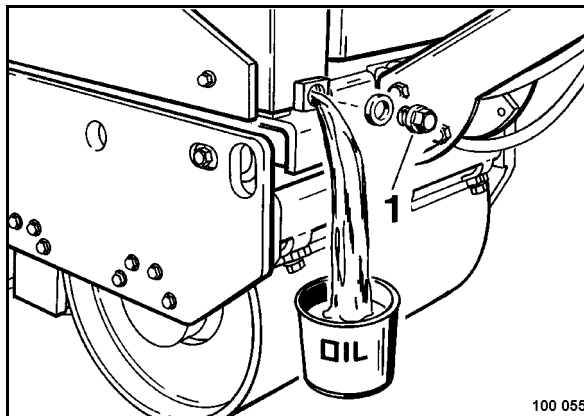

Fig. 72
- Desenroscar el tornillo de descarga (1) (Fig. 72) y recoger el aceite usado.